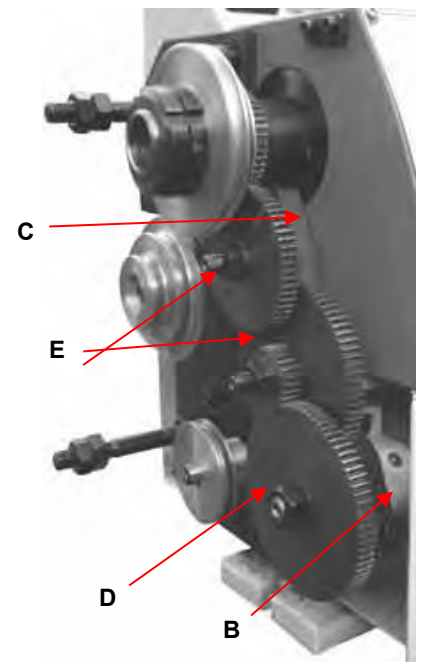

Fig. 19
3. Desserrez la vis de blocage (B, fig. 19) sur le quadrant
4. Faites pivoter le quadrant (C, figure 19) vers la droite.